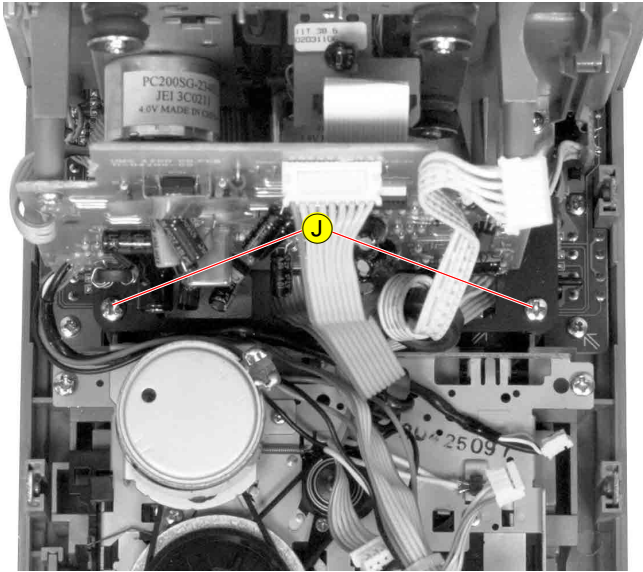

Fig. 8
- 2 Schrauben (J) (Fig. 8) herausdrehen.
- Undo 2 screws (J) (Fig. 8).